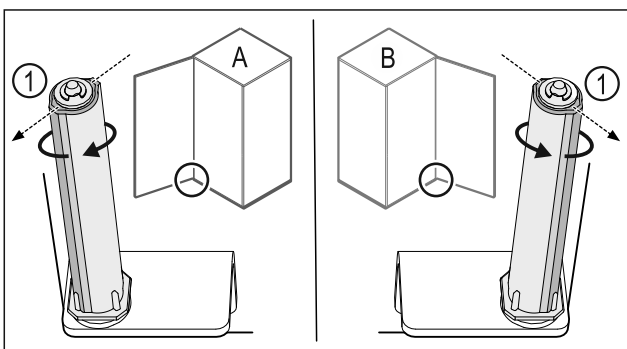

Fig. 55 Linksanschlag (A) / Rechtsanschlag (B)
- ▶ Schließsystem gegen den Widerstand drehen, bis der Steg des Schließsystems Fig. 55 (1) nach außen zeigt.